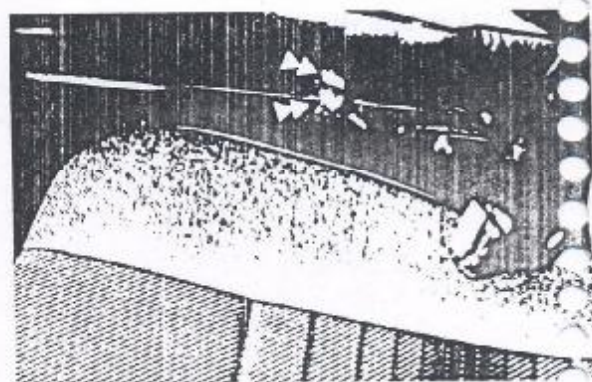

Figura 7.11.1 - Porcas de ajuste dos cabos
4. Soltar as contraporcas e atuar nas porcas de ajuste dos cabos, de modo a efetuar o ajuste (Figura 7.11.1). Soltando-se as porcas de ajuste, aumenta-se a folga da alavanca; apertando-se as porcas de ajuste, diminui-se a folga da alavanca.